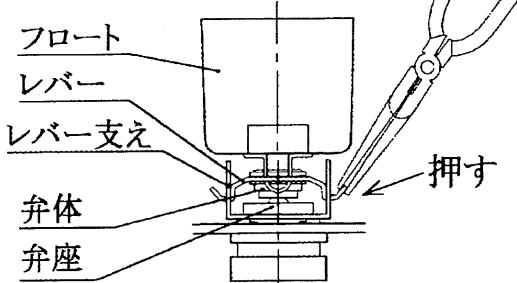
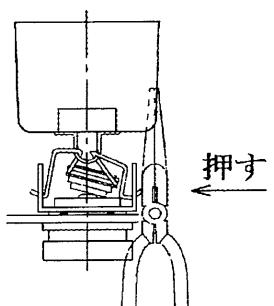

図5
図6
- (4) ふたを片手で持ち、図5のようにレバー④の端をラジオペンチで挟み、レバー支えの小穴に沿って内側に押し込みます。次に図6のようにラジオペンチの平坦部でレバーの端を押すと、レバーがレバー支えから外れます。
- (5) 弁体をフロートの溝にくぐらせて、レバーとフロートを分離してください。
- (6) 弁座の当り面に傷がある場合は、細かい紙やすりなどで磨いて傷を取り除いてください。また、弁体の当り面に傷がある場合は、レバーごと新品と交換してください。
- (7) ケース上部のOリング⑥及びふた⑩のシール面などを点検し、汚れている場合は清掃してください。